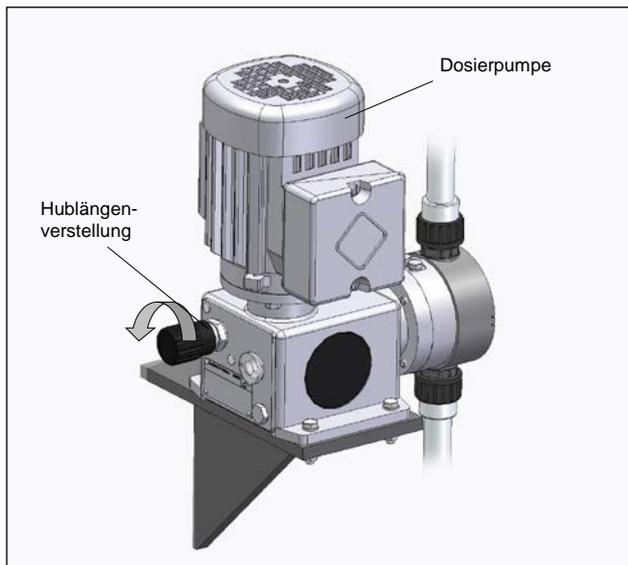

Abb. 17
- Pumpe / Anlage in Betrieb nehmen; Förderstrom der Pumpe durch Hubfrequenz- und / oder Hublängenverstellung bis zum Maximum langsam erhöhen (siehe Abb. 17).